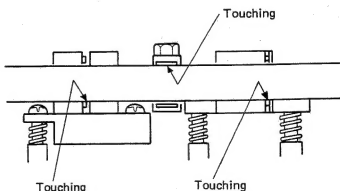

Fig. 4-8
21. Run the mirror tape, TEAC MTT-902, and check that the tape is running as shown in Fig. 4-8, that is, touching (but without causing curling) the tape guide lower flange of both the erase and record/reproduce heads and the upper flange of the tape guide pin.
21). ミラー・テープ TEAC MTT-902を走行させ、図4-8の様にテープが消去ヘッド及び録・再ヘッドのテープ・ガイド下側、テープ・ガイド上側に当り、かつテープのカールが無いことをストップ、プレイを繰返し確認する。